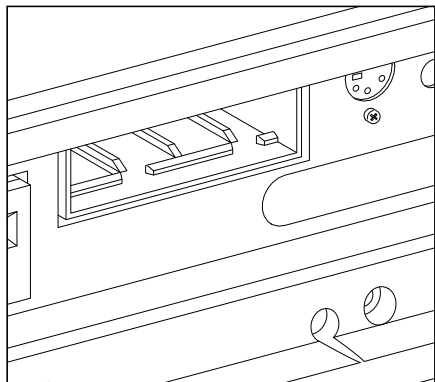

Figure 1
- 1- ouvrir la porte comportant le clavier horizontal (fig. 1)